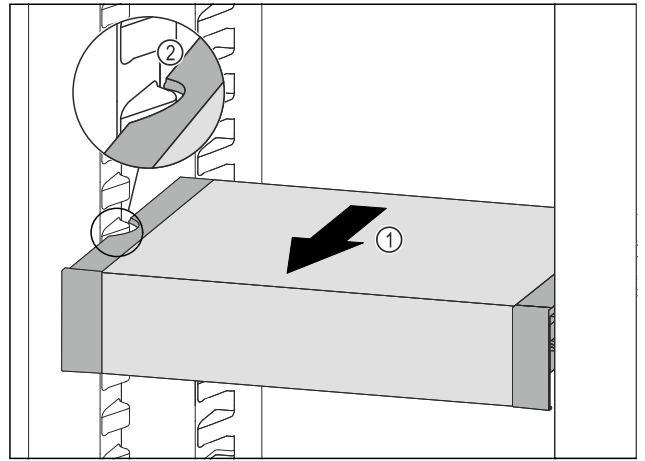

Fig. 111
- ▶ Trageți în față VarioSafe Fig. 111 (1), până când degajările laterale ale VarioSafe se află la înălțimea nervurii recipientului din frigider. Fig. 111 (2)